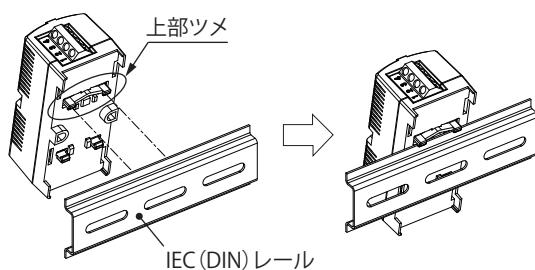

図8
1. 本体の上部ツメを IEC(DIN) レールに引っ掛けます。(図8)